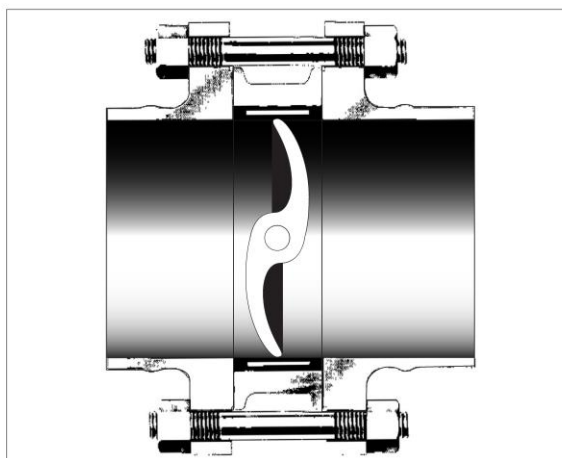

Рисунок 2 – Клапан MiniTork с эластомерным вкладышем
3. Используйте приварные встык фланцы с плоской поверхностью с внутренним диаметром равным внутреннему диаметру трубопровода. Если дисковый затвор снабжен эластомерным вкладышем, то внутренний диаметр фланца равен внутреннему диаметру вкладыша и соединительная поверхность фланца должна полностью закрывать соединительные поверхности вкладыша (см. рисунок 2).